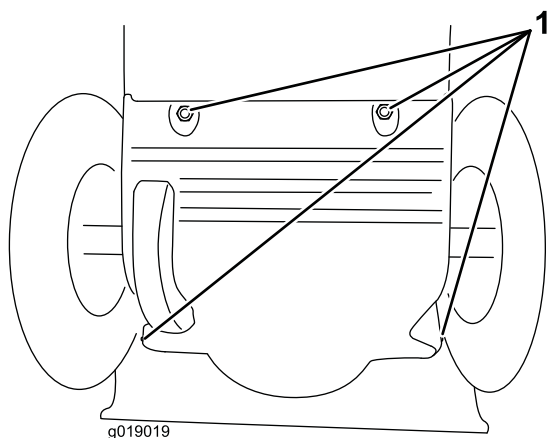

Figura 34
- Scoateți capacul posterior (Figura 34).